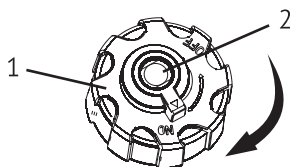

Рис. 7
Крышка топливного бака (1) рис. 7, оборудована воздушным клапаном (2). Воздушный клапан должен быть выставлен на «ВКЛ. / ON». Это позволит горючему поступать в карбюратор для работы двигателя. Если генератор не используется, воздушный клапан должен находиться в положении «ВЫКЛ. / OFF».